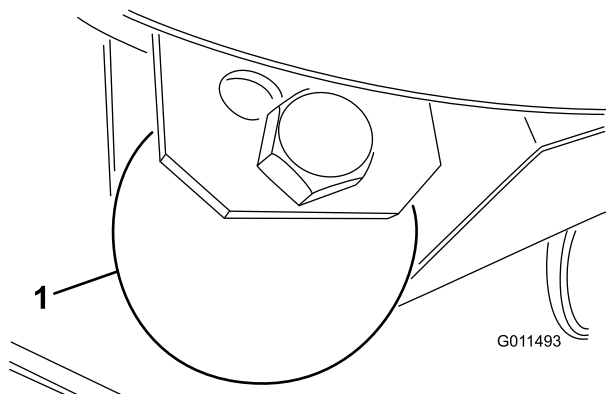

Figura 29
1. Retire el perno y la tuerca que fijan la rueda niveladora a los soportes de la unidad de corte (Figura 29).